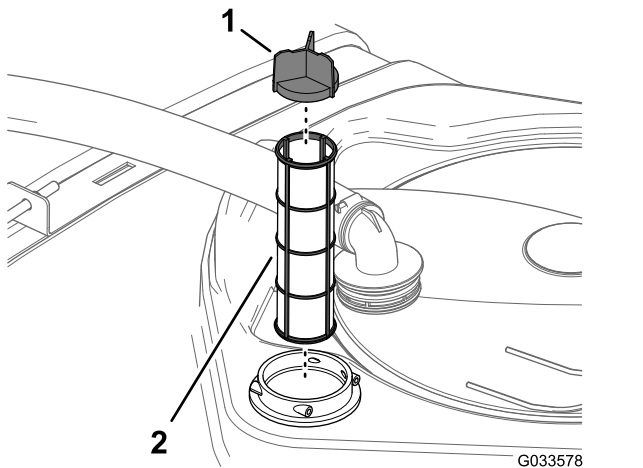

Figura 54
4. Rimuovete il vecchio filtro di aspirazione dall'alloggiamento del filtro nel serbatoio (Figura 54).